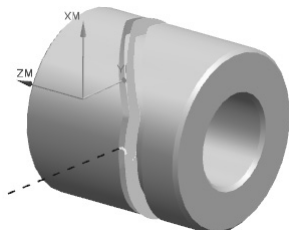

图 5.3.13 刀路轨迹
Step1. 单击“生成”按钮, 在图形区中生成如图 5.3.13 所示的刀路轨迹。